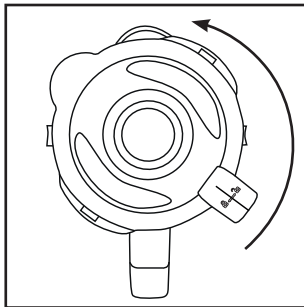

Fig. 1
- 2) Retirez le couvercle **2** en le tournant dans le sens anti-horaire en direction de la position ↙ (voir fig. 1), jusqu'à pouvoir le retirer par le haut.